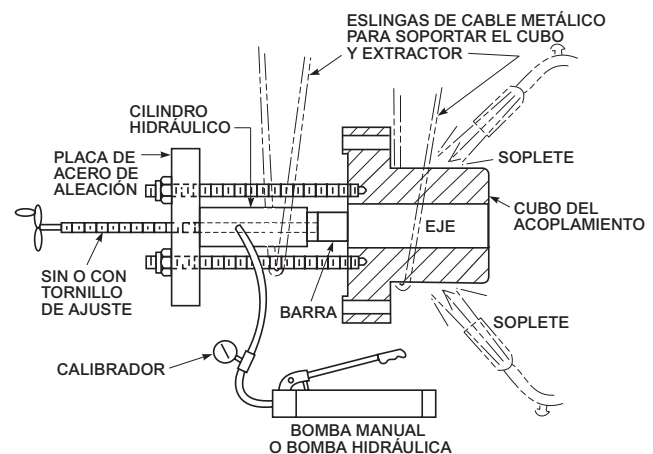

Figura 6 – EQUIPO BÁSICO PARA EXTRAER CUBOS TIPO 2
- b. Arme el extractor como se muestra en la Figura 6. Compruebe que el extractor tenga suficiente carrera para jalar el cubo hasta retirarlo. Asegúrese de proporcionar el soporte adecuado para el cubo y el ensamble del extractor usando eslingas de cable metálico. Consulte la Tabla 3 para el patrón de montaje del barreno del perno del extractor del cubo.